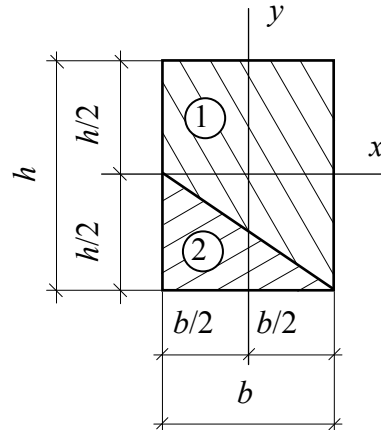

Рис. 1.
6. Сравните абсолютные значения статических моментов двух фигур, составляющих прямоугольник, относительно центральных осей  $x$  и  $y$  прямоугольника (рис. 1).